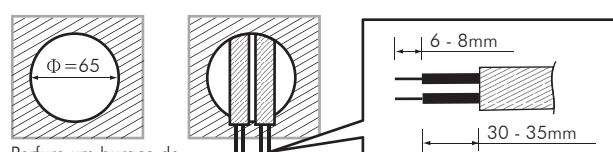

Figura 9
- 3.4.2.1 Para instalar o detector, por favor, perfure um buraco com diâmetro de 65mm no teto e mantenha o cabo elétrico para fora. Por favor, descasque 6-8mm do revestimento do cabo para fiação (Veja a figura 9).